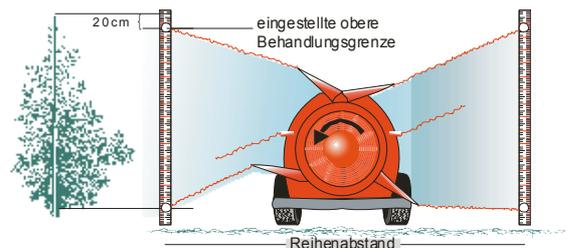

Abb. 1: Einstellen der Luftleitbleche auf die Behandlungsgrenzen
- 1.) Festlegen des zu behandelnden maximalen Höhenbereiches (Abb. 1)
## 2.) Einstellen der Luftleitbleche1 (Abb. 1)